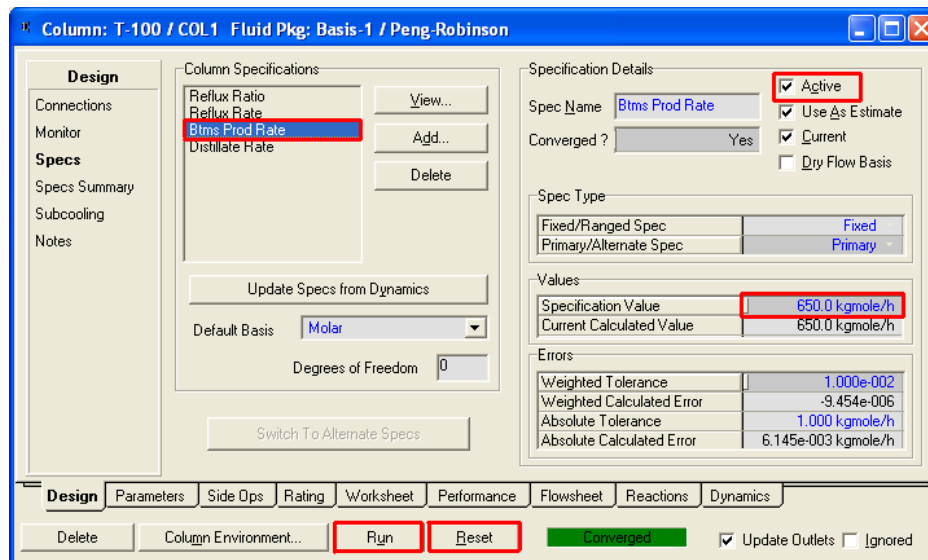

Fig.VII.9
- Désactiver **Distillate rate** tout en réservant **Reflux Ratio** active → Figure VII.9,